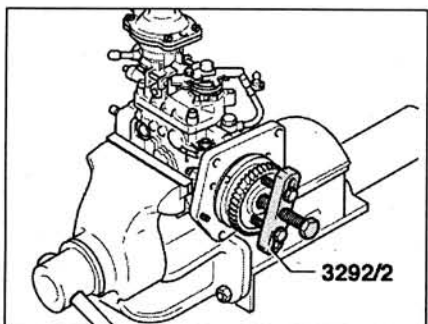

Рис. 3.46. Установите съемник 3292/2, закрепив его двумя болтами.
6. Установите съемник 3292/2, закрепив его двумя болтами (М8х50) (рис. 3.46).